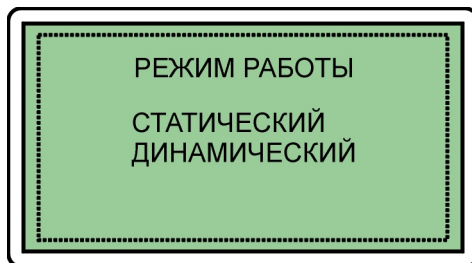

Рис. 6.2 Выбор режима работы дефектоскопа
6.1.2.1 Для выбора статического или динамического режима работы (рис. 6.2) кнопками "↑", "↓" установить курсор на соответствующую строку и нажать кнопку "←" ВВОД.